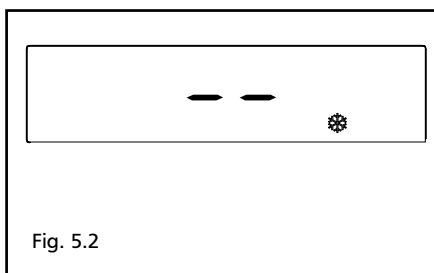

Fig. 5.2
- Antigelo (fig. 5.2): quando la temperatura dell'acqua di caldaia scende al di sotto dei valori di sicurezza si attiva il circolatore e il bruciatore alla minima potenza per riportare la temperatura dell'acqua a valori di sicurezza (35 °C).